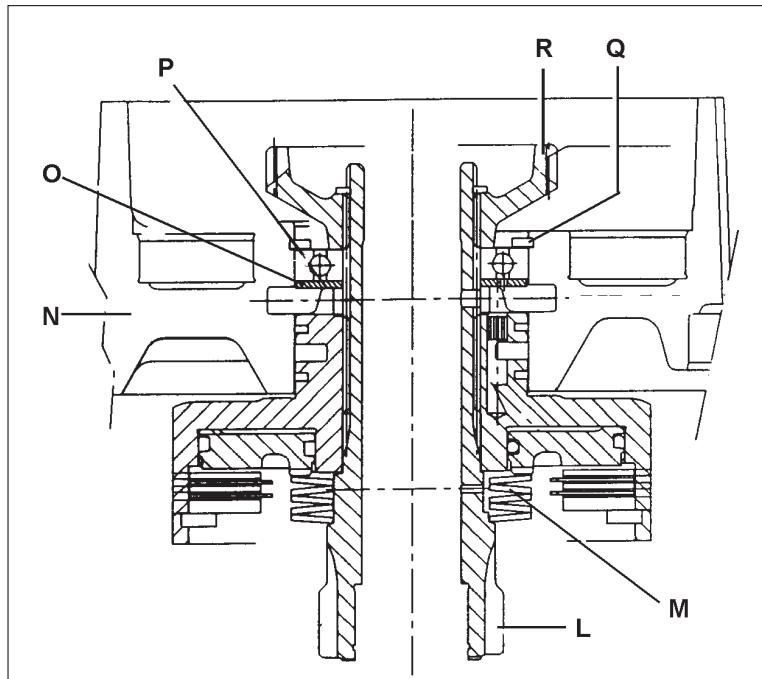

Fig. 9 - Prémontage des pièces sur l'arbre MEDIUM.
- Prémonter "à l'établi" l'arbre MEDIUM **L** réf. 007.6149.0/20 et poser les rondelles Belleville **M** réf. 007.6149.0 (Fig. 9);
- Engager l'ensemble sur l'arbre MEDIUM en maintenant celui-ci en position verticale (Fig. 9);
- Mettre en place le déflecteur d'huile **O**, le roulement **P**, et le circlip **Q**, (Fig. 9);